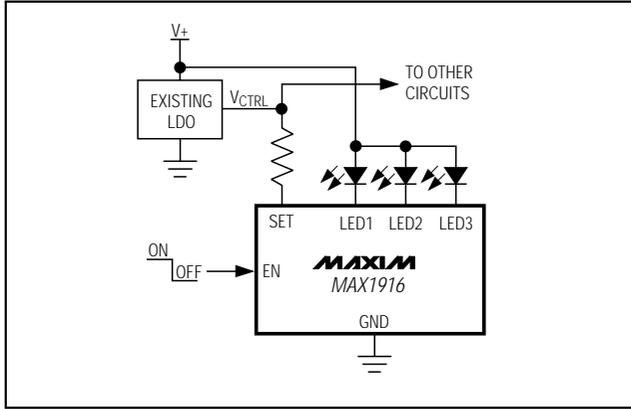

図2. 超低価格、高効率ソリューション
- 1) 超低価格、高効率ソリューション(図2)：バッテリー(シングルLi+又は3個のNiMH電池)はLEDを直接駆動します。これは最も安く、最も効率的なアーキテクチャです。白色LED(3.3V)はフォワード電圧が高いため、バッテリー寿命の末期にLEDの輝度が多少暗くなることがあります。MAX1916の電流安定化アーキテクチャ及び低ドロップアウト特性のために、シンプルバラスト抵抗方式に比べて、この影響を最小限に抑えられます。MAX1916のイネーブル機能がLEDの点灯、及び消灯を行います。既存の低ドロップアウトレギュレータは V_{CTRL} として使用されます。